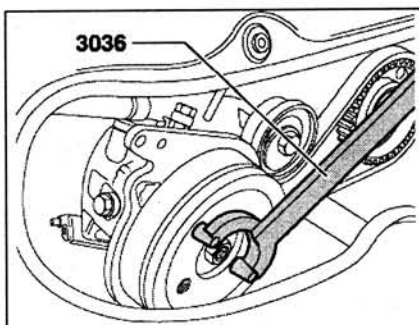

Рис. 3.9. С помощью ключа 3036 открутите гайку крепления шкива ТНВД на один оборот.
2. С помощью ключа 3036 открутите гайку крепления шкива ТНВД на один оборот (рис. 3.9).